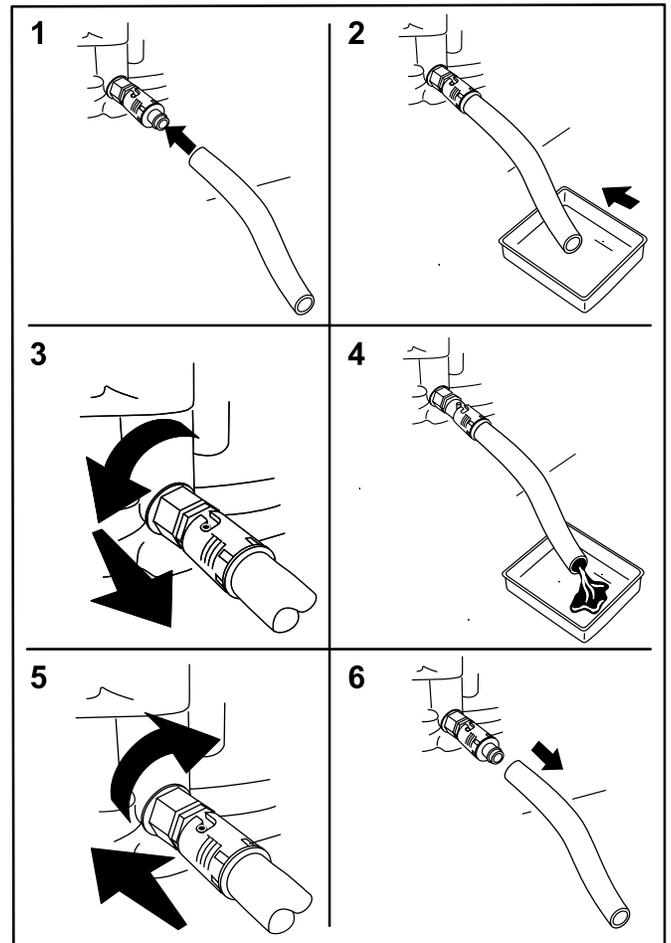

Figura 28
4. Installate il tubo di spurgo sopra la valvola di spurgo dell'olio del motore (Figura 28).
5. Posizionate l'altra estremità del tubo flessibile in un apposito contenitore per l'olio (Figura 28).
6. Girate la valvola di spurgo di 1/4 di giro in senso antiorario per lasciare defluire l'olio (Figura 28).
7. Dopo avere scaricato l'olio, ruotate la valvola di spurgo di 1/4 di giro in senso orario per chiuderla (Figura 28).